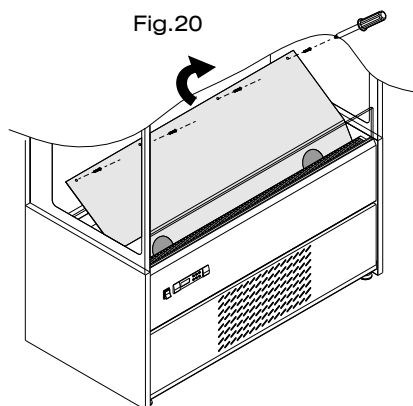

Fig.20
- Togliere le viti posteriori della lamiera porta ventole e ruotarla fino a rendere accessibile la parte inferiore. (Vedi Fig.20)